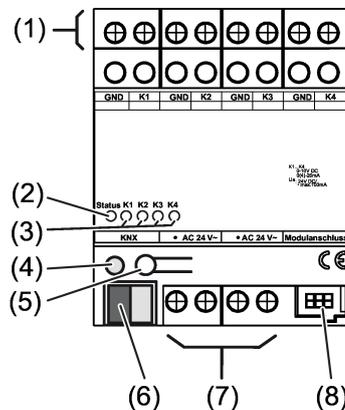
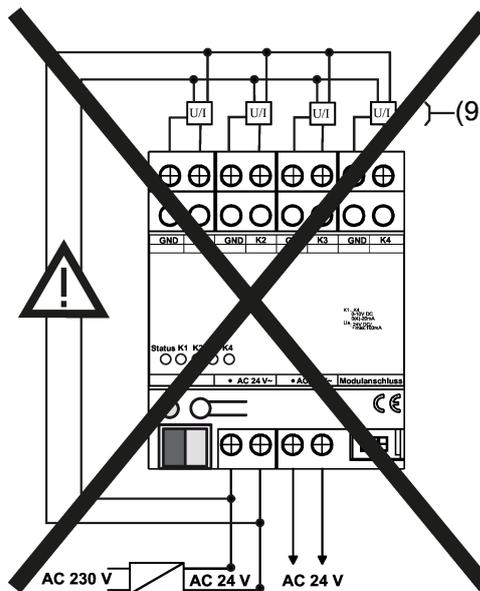
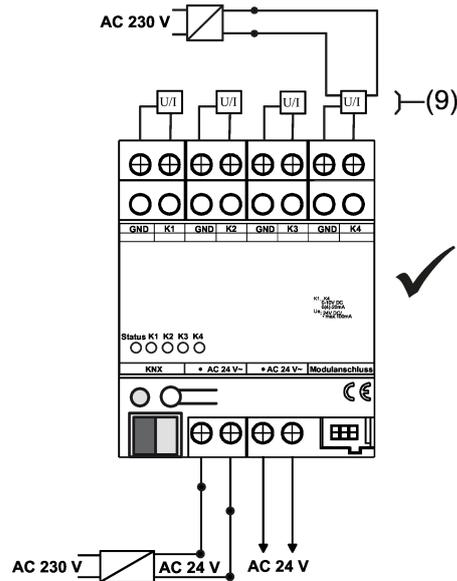

Bild 1: Geräteaufbau
Bild 2: Vorsicht Falschanschluss
Bild 3: Anschlussbeispiel
Gerät und angeschlossene Aktoren nicht an eine gemeinsamen Spannungsversorgung anschließen (siehe Bild 2). Aktoren, die zum Betrieb eine Hilfsspannung benötigen, nur mit separater Spannungsversorgung betreiben (siehe Bild 3).
- Busleitung an Klemmen (6) anschließen (siehe Bild 1).
- Externe 24-V-Spannungsversorgung, (siehe Bild 3), an die Klemmen (7) anschließen (siehe Bild 1).
- Aktoren (9) der Heizungs-, Klima- und Lüftungstechnik anschließen (siehe Bild 3).